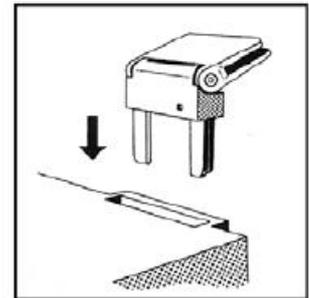

Рис.3
- Вставьте петли (2) в соответствующие пазы (рис. 3).